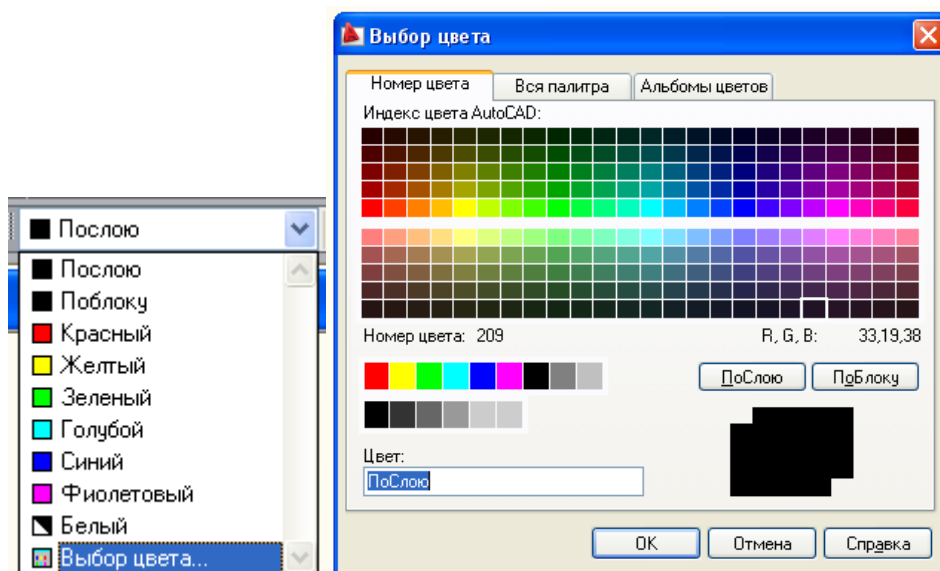

Рис. 39. Выбор цвета
– для изменения цвета линий щелкните на значке **Цвет** (рис.), в диалоговом окне выберите нужный цвет, все линии в данном слое будут выполнены только этим цветом (рис. 39);